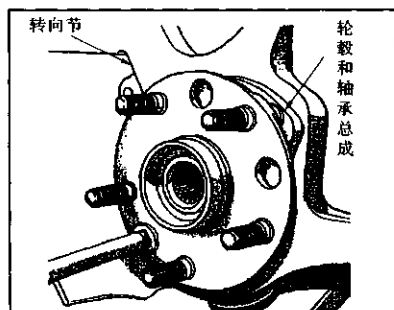

图 7-3-16 拆卸轮毂和轴承总成
① 拆卸:
9) 如图 7-3-16 所示,从转向节前部旋下轮毂和轴承总成的 4 个安装螺钉。